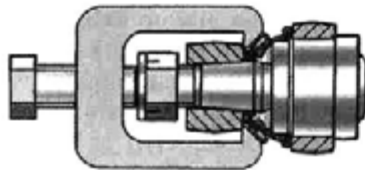

Рис. 6.27. Выпрессовка пальца шарнира рулевых тяг универсальным съемником
выпрессовать пальцы из конических отверстий при помощи универсального съемника (рис. 6.27) или выбить молотком через медную прокладку;
- выпрессовать палец из конического отверстия рычага с помощью универсального съемника (см. рис. 6.27) или выбить молотком через медную прокладку;